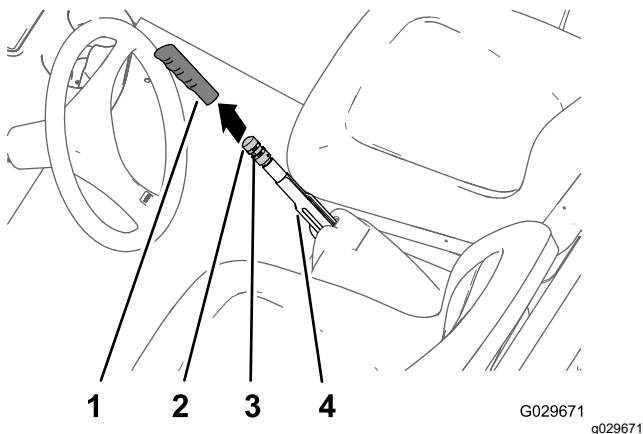

Figura 62
1. Îndepărtați mânerul din cauciuc de pe maneta frânei de parcare (Figura 62).
2. Slăbiți urubul de reglare care fixează butonul de reglare a frânei pe maneta frânei de parcare (Figura 62).
3. Rotiți butonul de reglare a frânei până ajungeți la o forță de 133 - 156 N pentru a cupla maneta frânei de parcare (Figura 62).
4. Strângeți urubul de reglare și montați mânerul (Figura 62).
2. Slăbiți urubul de reglare (Figura 62) care fixează butonul de reglare a frânei pe maneta frânei de parcare, decuplați frâna de parcare și slăbiți butonul de reglare a frânei.
5. Rotiți butonul de reglare a frânei (Figura 62) până când maneta frânei de parcare va putea fi acționată cu o forță de 133 - 156 N.
- C. Rotiți butonul de reglare a frânei (Figura 62) până când maneta frânei de parcare va putea fi acționată cu o forță de 133 - 156 N.
- C. Rotiți butonul de reglare a frânei (Figura 62) până când maneta frânei de parcare va putea fi acionată cu o forță de 133 - 156 N.
- Strângeți urubul de reglare și montați mânerul (Figura 62).